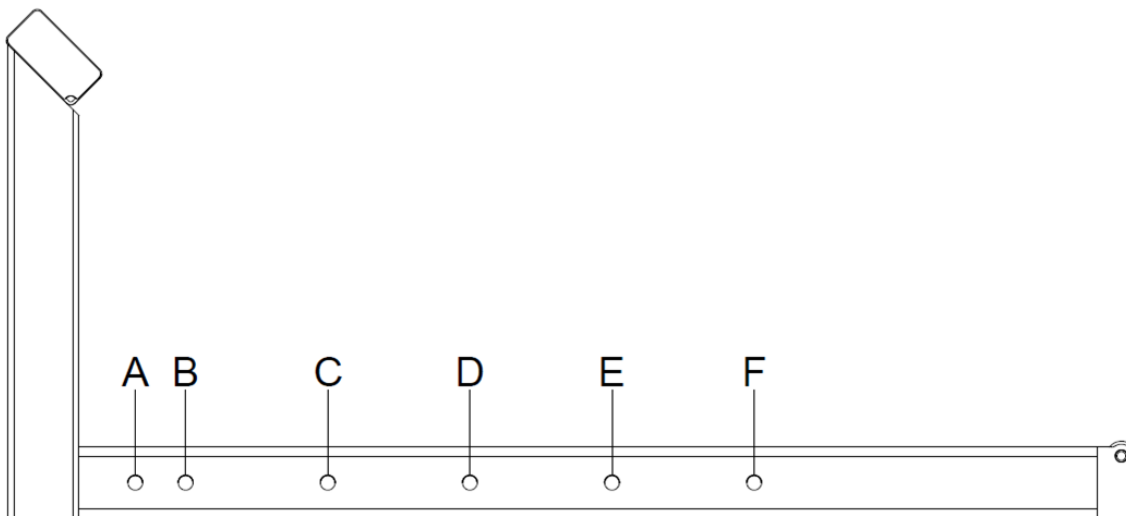

рисунок 14 — Положение направляющих механизмов
3. Установите все фиксаторы на место (правильное положение направляющих механизмов с учетом диаметра тюков указано здесь: рисунок 14 и здесь: таблица 8).